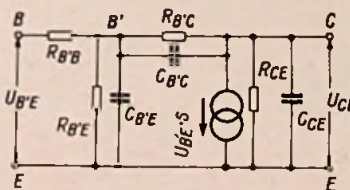
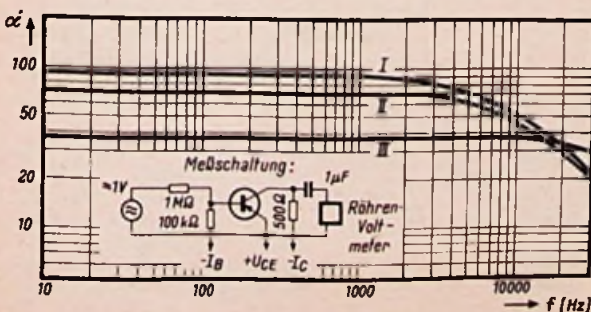
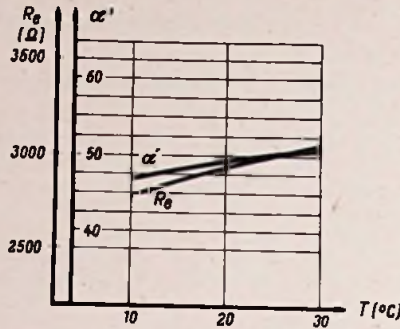
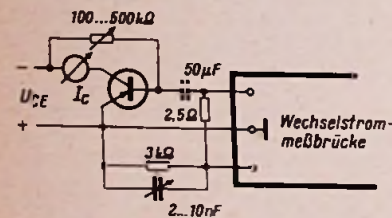

Bild 2. Das  $\pi$ -Ersatzschaltbild eines Transistors
Bild 3. Änderung der Stromverstärkung mit der Frequenz
Bild 6. Änderung der Stromverstärkung und des Eingangswiderstandes mit der Temperatur
Bild 5. Messung des Eingangswiderstandes mit der Wechselstrommeßbrücke
Am stärksten macht sich die Veränderung der Stromverstärkung ( $\alpha' = h_{21}$ ) bemerkbar. Bild 3 zeigt gemessene Werte. Die Kurven I und II wurden an zwei Exemplaren OC 360 bei  $U_{CE} = -1$  V und  $I_C = -0,3$  mA gemessen. Wie man sieht, beginnt der Verstärkungsabfall bereits bei 1,5...2 kHz. Kurve III gilt für einen Transistor OC 34 bei  $U_{CE} = -3$  V und  $I_C = -1,5$  mA.
mal für Hf-Schaltungen benutzt wird, auch hier anwendet. Wie Bild 2 zeigt, liegt parallel zu jedem realen Widerstand des Ersatzschaltbildes eine Kapazität, die sich aus dem Aufbau und den Ladungsverteilungen im Halbleiter nicht nur erklären, sondern auch berechnen läßt. Die Kapazität  $C_{CE}$  geht bei der Messung von  $\alpha'$  nicht ein, da der Ausgang definitionsgemäß kurzgeschlossen sein soll (in Bild 3 über 500 Ω).  $C_{B'E}$  und  $C_{B'C}$  liegen also parallel zum Eingangswiderstand  $R_{e}$ , der sich aus  $R_{B'E}$ ,  $R_{B'C}$  und  $R_{B'B}$  zusammensetzt. Wenn wir nun noch in Gedanken den 1-MΩ-Widerstand aus Bild 3 an die Basis anschließen, erhalten wir eine RC-Kombination, die als Tiefpaß wirkt und an den inneren Basisanschluß  $B'$  bei hohen Frequenzen eine verkleinerte Spannung liefert. Wir können die wirksame Eingangskapazität  $C_e$  leicht aus dem Verlauf der Stromverstärkung bestimmen. Für die Grenzfrequenz  $f_a'$  gilt:
Maßstab ist gegenüber Bild 3 um den Faktor 5 gedehnt). Die zweite Möglichkeit besteht im Ansteuern der Basis durch einen Generator mit komplexem Innenwiderstand. Dabei ergibt sich ebenfalls eine geradlinige Verstärkungskurve, wenn man dem Innenwiderstand  $R_i$  eine Kapazität  $C_i$  parallel schaltet, so daß gilt:
Um die Abhängigkeit der wichtigsten Parameter zu ermitteln, wurden  $\alpha'$  und  $R_e$  nach Bild 3 und Bild 5 gemessen. Die Brückenspeisespannung der Wechselstrommeßbrücke in Bild 5 wurde durch Belastung mit 2,5  $\Omega$  auf 10 mV herabgesetzt, um eine Übersteuerung des Transistors zu verhindern. Der Transistor wurde bei diesen Messungen in einem Gefäß mit destilliertem Wasser untergebracht. So war es möglich, die Temperatur genau zu messen und konstant zu halten. Durch Mischen mit kälterem oder wärmerem Wasser läßt sich jede gewünschte Temperatur im interessierenden Bereich einstellen. Bild 6 zeigt das Ergebnis: Beide Parameter werden mit der Temperatur größer. Da aber  $\alpha'$  stärker zunimmt als  $R_e$ , steigt auch die Stufenverstärkung
1) Die Nullpunkte der beiden Kurven in Bild 6 liegen verschieden hoch, dadurch verläuft im Bild die Kurve für  $\alpha'$  flacher!